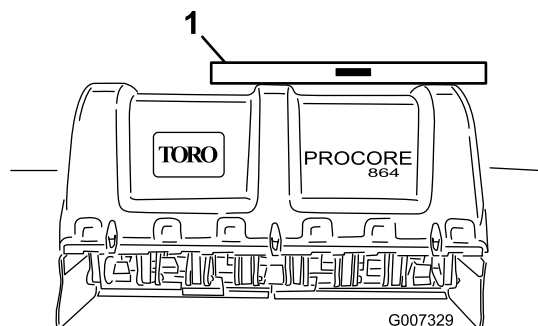

Рисунок 15
- Для проверки выравнивания в поперечном направлении поместите уровень на раму аэратора (Рисунок 15).